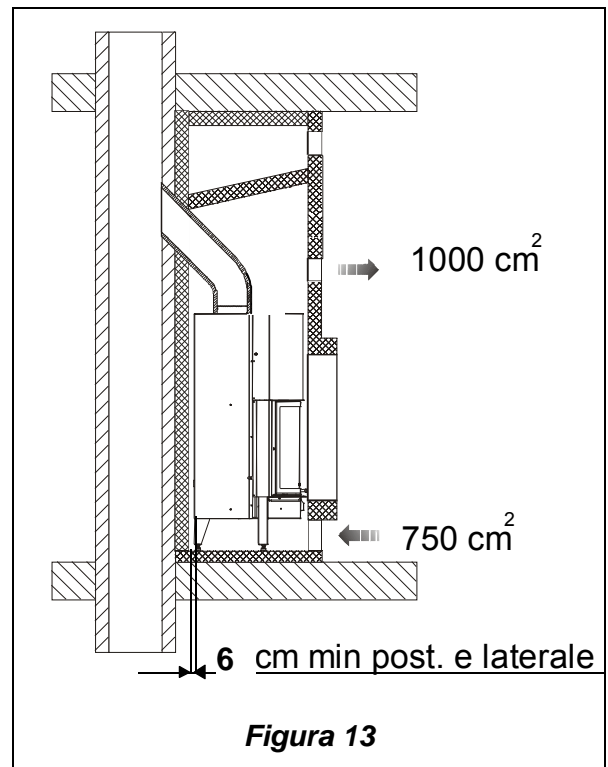

Figura 13
- lasciare sempre minimo **6cm lateralmente e posteriormente** di vuoto d'aria tra il termocamino e le pareti. (vedi Figura 3 - Figura 13 - Figura 14)
Gli spazi previsti per la circolazione dell'aria indicati nella Figura 13 sono i requisiti minimi: